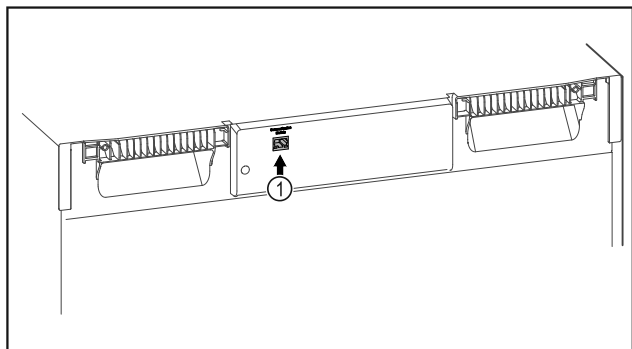

Fig. 110
- SmartModule Fig. 110 (1) se rabi.